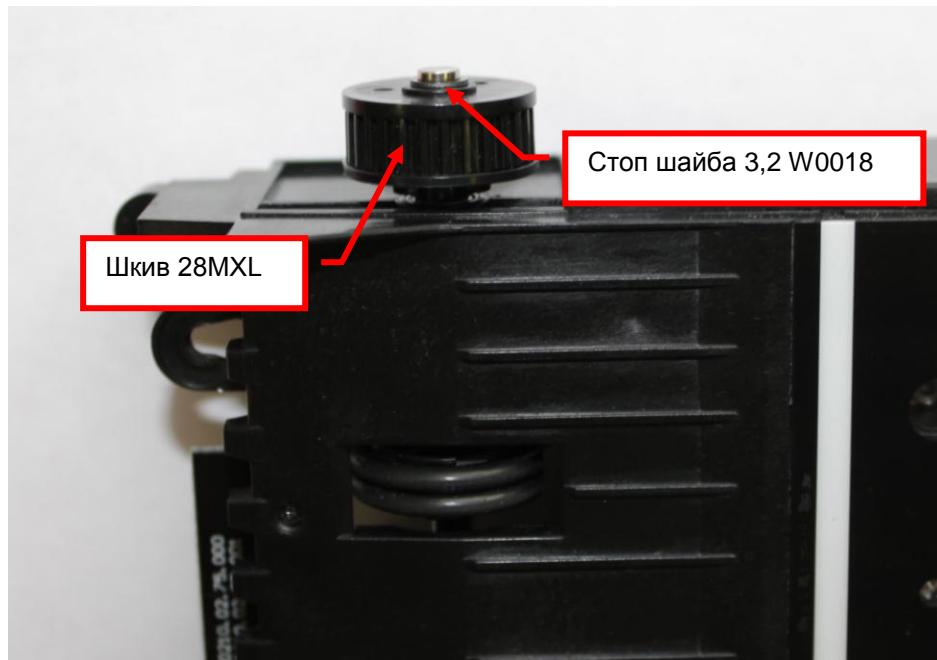

Рис. 8.35
- 8.15.5 Снимите, с помощью пинцета, стоп шайбу 3,2 W0018, фиксирующую шкив 28MXL на оси передней (см. рис.8.35). Снимите шкив 28MXL с передней оси.